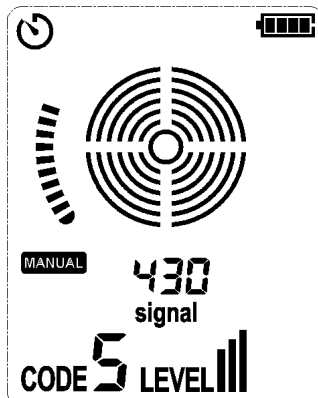

Figure 7.1.4b Signal détecté
2. Utilisez le capteur pour scanner la cible afin d'identifier le niveau de signal maximal. Pendant le repérage du câble, réglez régulièrement la sensibilité afin que l'intensité du signal se maintienne dans une certaine plage (par exemple 300~600), comme le montre la figure 7.1.4b. La sensibilité peut être augmentée ou diminuée en appuyant sur le bouton HAUT ou BAS. Si l'intensité du signal est trop élevée, fixez le niveau de transmission sur II ou I (pour un réglage spécifique, voir "6.1 Réglage de l'UT25CL -T").